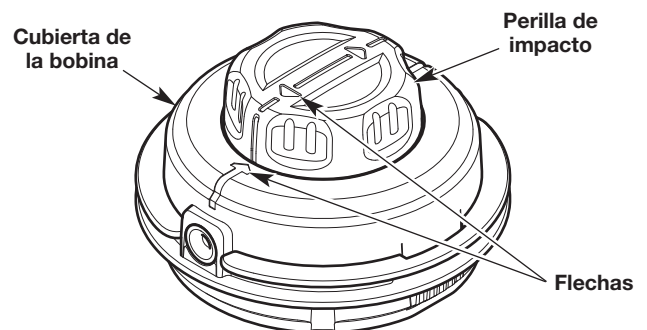

Fig. 24
3. Gire la perilla de impacto para alinear las flechas de la perilla con las flechas de la cubierta de la bobina (Fig. 24).